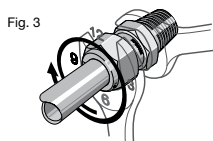

Fig. 3
3. Mientras sujeta firmemente el cuerpo del racor, apriete la tuerca una vuelta y cuarto hasta la posición de las 9 en punto. *Fig. 3.*